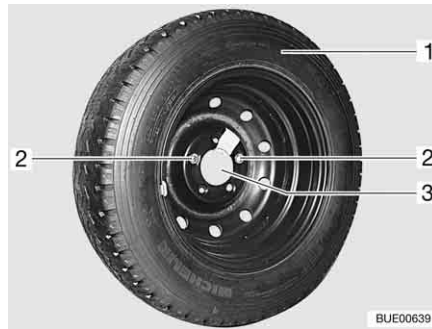

Fig. 278 Etrier de roue de secours dans le garage arrière
- Dévisser et retirer les deux vis de fixation (Fig. 278,2) avec les outils de bord.
- Retirer la roue de secours (Fig. 278,1) de sur l'étrier (Fig. 278,3).